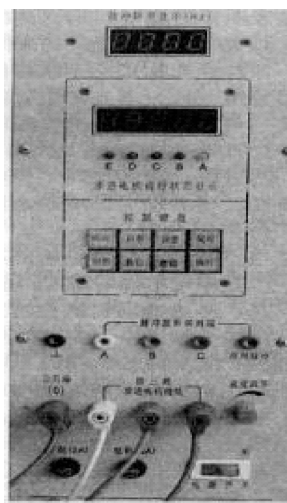

图 3-5 步进电动机控制箱
(1) 熟悉步进电动机控制箱面板控制键盘功能。步进电动机控制箱面板如图 3-5 所示,各控制键盘功能如下所述。
- ① 设置键: 用于手动单步运行方式和连续运行方式的选择。
- ② 拍数键: 用于单三拍、双三拍、三相六拍等运行方式的选择。
- ③ 相数键: 用于电动机相数(三相、四相、五相)的选择。
- ④ 转向键: 用于电动机正、反转选择。
- ⑤ 数位键: 用于预置步数的数据位设置。
- ⑥ 数据键: 用于预置步数位的数据设置。
- ⑦ 执行键: 用于执行当前运行状态。
- ⑧ 复位键: 由于意外原因导致系统死机时,按此键复位。